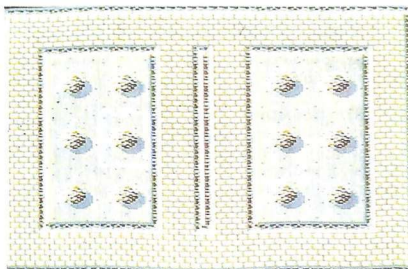

Figura 4. Esempio di paesaggio.
• **Edit map.** Dopo aver creato qualche blocco si può iniziare a disegnare lo scenario. Con questa opzione potete copiare un blocco precedentemente selezionato in una posizione qualsiasi all'interno delle 22 schermate disponibili. Una volta posizionato il cursore nella posizione desiderata basta premere il tasto Fire per copiare il blocco selezionato. Nella figura 4 riportiamo un esempio di schermata creata sfruttando le opzioni appena descritte.